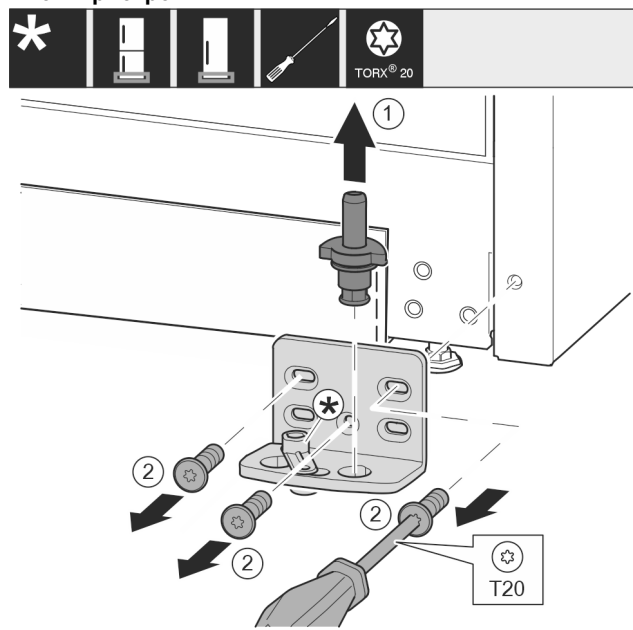

Fig. 10
- ▶ Опорний гвинт цілком витягніть рухом вгору. Fig. 10 (1)
- ▶ Викрутіть гвинти за допомогою викрутки T20 та зніміть опорний кронштейн. Fig. 10 (2)